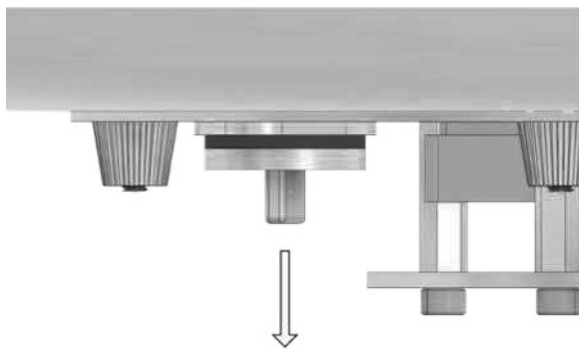

Abb. 3
3. Zum schnelleren Entweichen der Luft öffnen Sie den Drehverschluß an der Bodenplatte (Abb. 3)